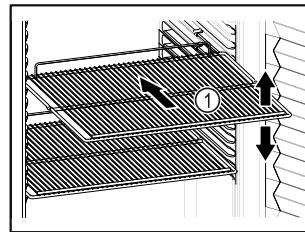

Fig. 18 Immagine a titolo di esempio
- Se è possibile spostare i ripiani Fig. 18 (1), regolarli in altezza.